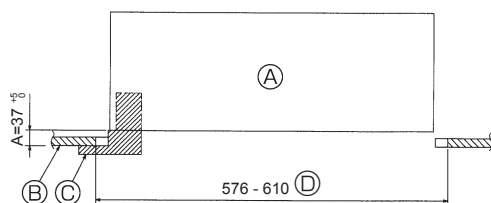

Fig. 10-2
10.2. Pregătirea atașării grilei (Fig. 10-2)